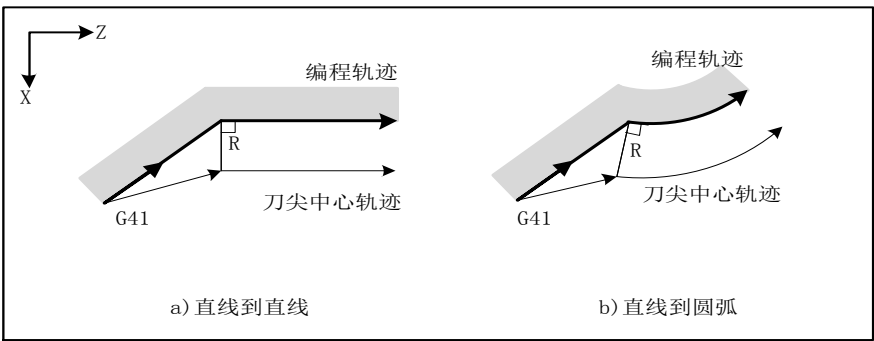

图 2.28
a) 对于夹角 $\alpha < 180$ 情况, 如图 2.28